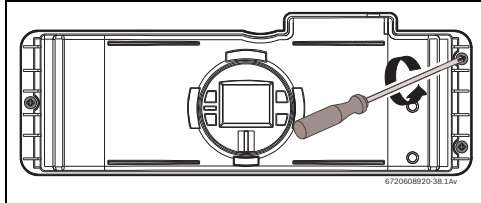
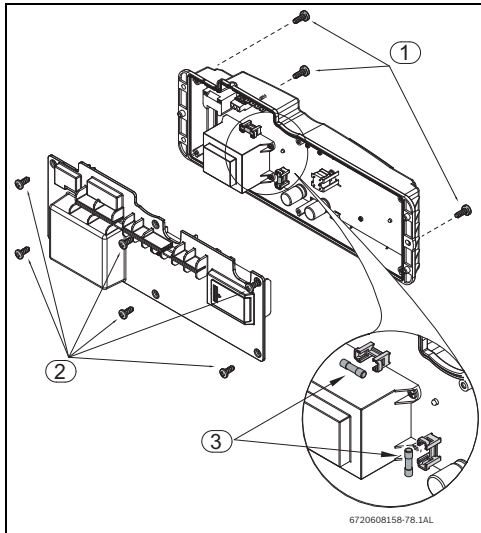

Fig. 50
Fig. 51 Ubicación de los fusibles
- ▶ Aflojar tres tornillos en la parte delantera de la caja electrónica (Fig.50 y Fig.51, pos. 1).
- ▶ Halar la caja electrónica para acceder a los seis tornillos en la parte posterior y retirarlos (Fig.51, pos. 2).